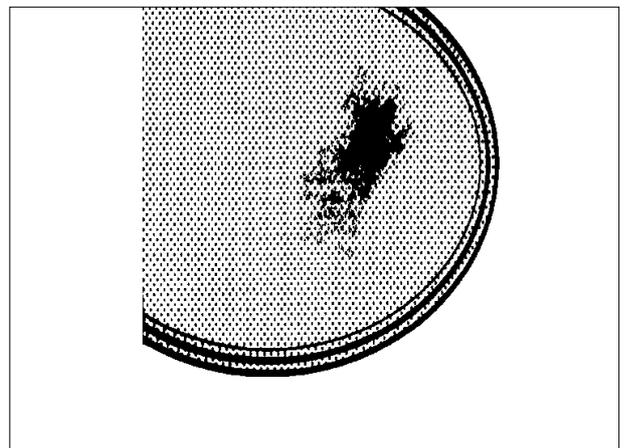

FIG. 3
- **Nach einiger Zeit können Metallreflexe und Kratzer auftreten (Abb. 3), die auf die falsche Reinigung und den falschen Gebrauch der Töpfe zurückzuführen sind. Die Kratzer sind schwer zu entfernen, beeinträchtigen aber nicht die gute Funktion des Kochfeldes.**